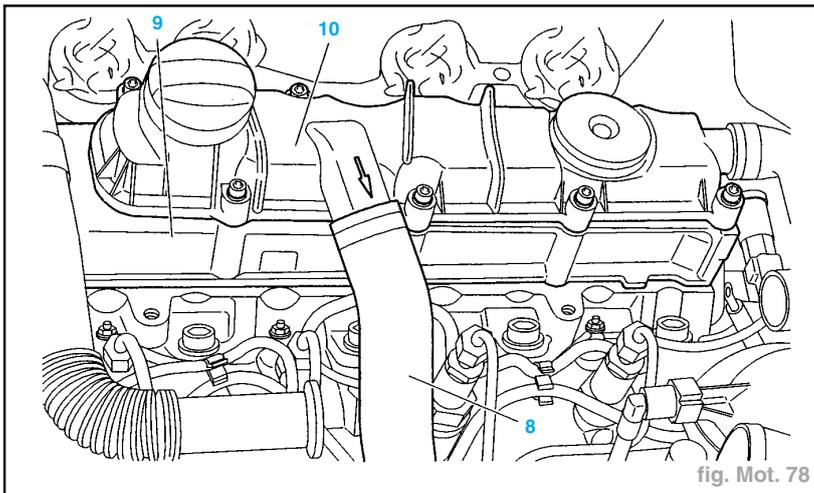
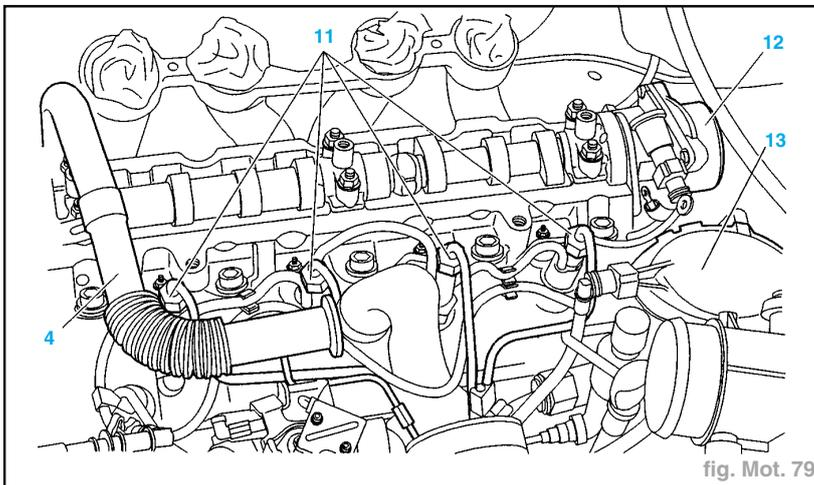

fig. Mot. 78
fig. Mot. 79
- la traverse (5),
- le support moteur droit (6).
- Désaccoupler, écarter la durit (8) (fig. Mot. 78).
- le couvre-culasse supérieur (10) (avec déshuileur intégré),
- le couvre-culasse inférieur (9).
- Déposer (fig. Mot. 79) :
- le tube (4),
- les tubes haute pression d'alimentation des injecteurs diesel (11),
- la pompe à vide (12),
- le filtre à gazole (13) (cuve + filtre).